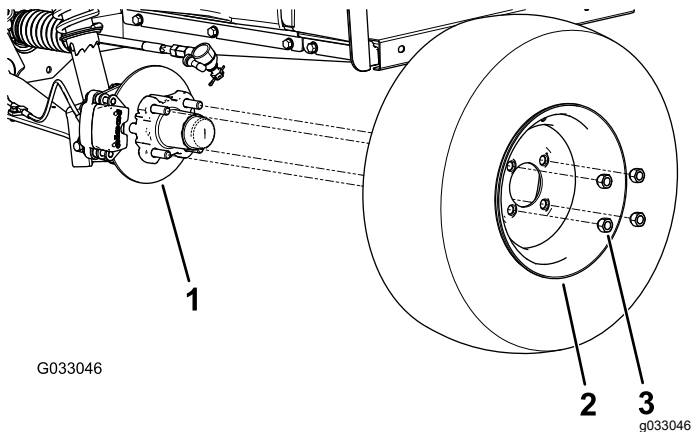

Bild 28
2. Nehmen Sie die vier Radmuttern ab, mit denen das Rad an der Radnabe befestigt ist (Bild 28).
5. Befestigen Sie das Rad mit den Radmuttern an der Nabe (Bild 28).
4. Fluchten Sie die Löcher im Rad mit den Bolzen der Nabe aus und montieren das Rad so an der Nabe, dass das Reifenventil außen ist (Bild 28).